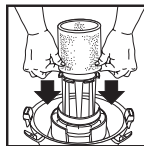

FIGURE 17
34. Avec le couvercle du réservoir dans une position renversée, glissez le manchon en mousse vers le bas, au-dessus du couvercle en tirant jusqu'à ce que le manchon en mousse couvre complètement le couvercle. **FIGURE 17.**